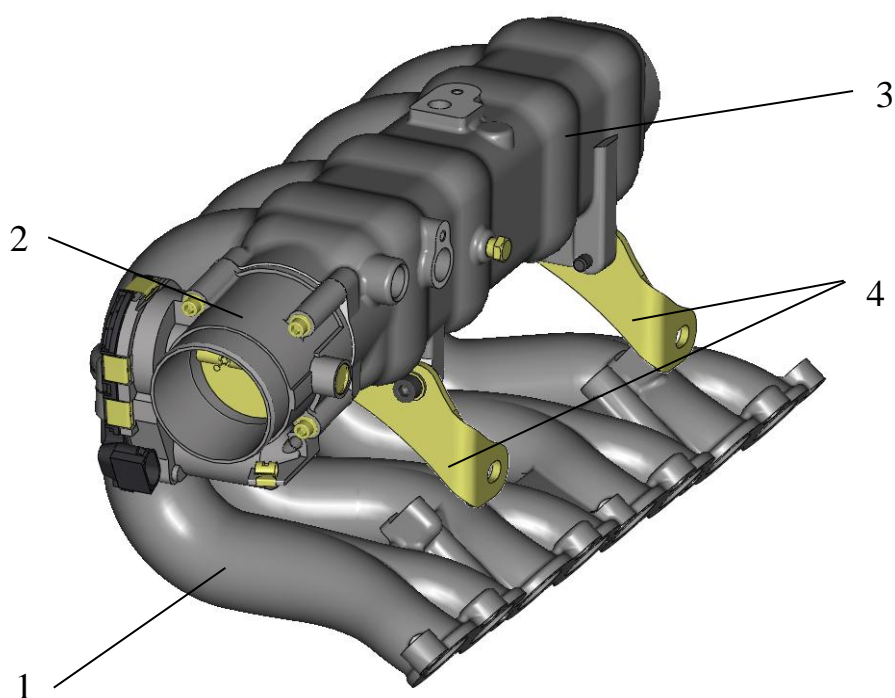

Рис.46. Впускная система:
**Впускная система** (рис.46) состоит из впускной трубы 1 и ресивера 3, отлитых из алюминиевого сплава. Геометрические параметры системы позволяют реализовать газодинамический наддув двигателя - улучшение наполнения цилиндров двигателя на режиме максимального крутящего момента.